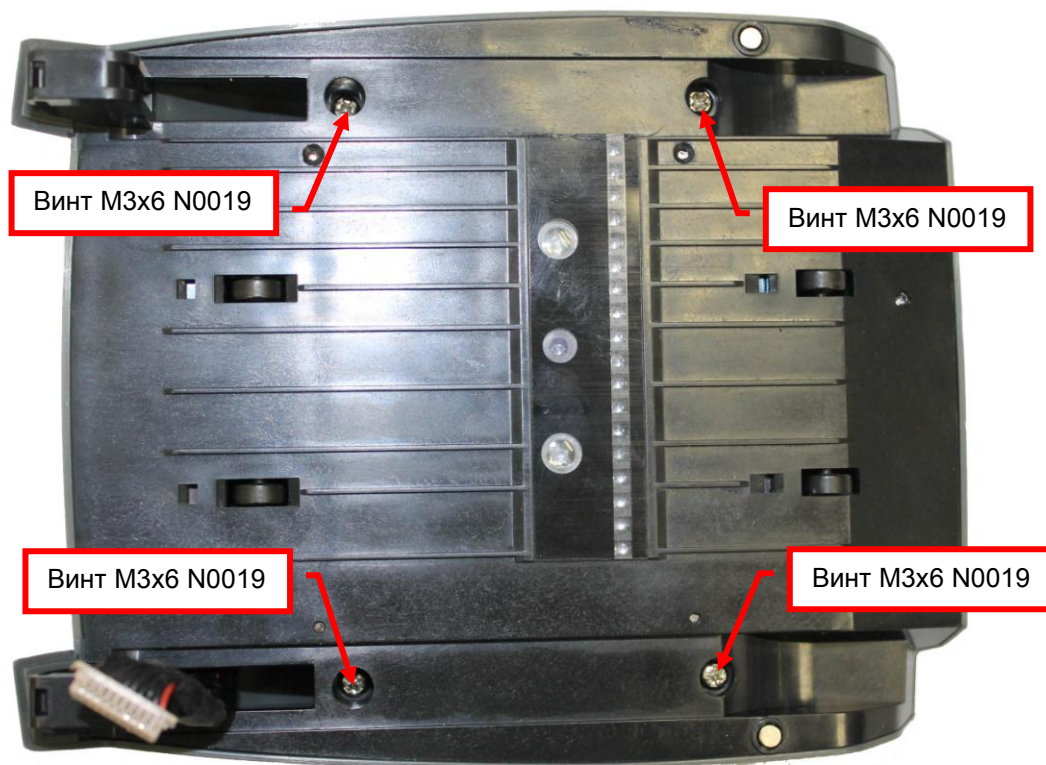

Рис. 8.10
8.4.2 Вывинтите, с помощью отвертки Ph2, винты М3х6 N0019 (4 шт.) (см. рис.8.10).